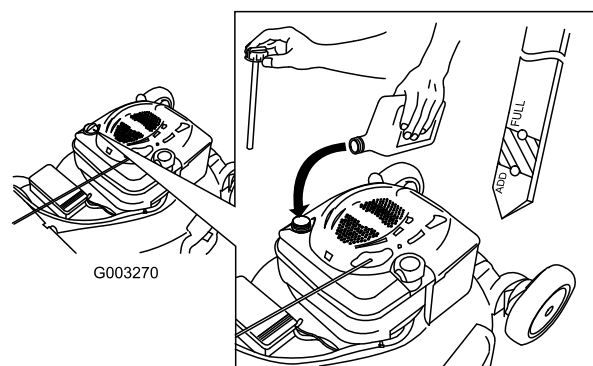

Figure 42
4. Versez de l'huile **lentement** dans le goulot de remplissage pour faire monter le niveau de liquide jusqu'au repère du plein (Full) sur la jauge (Figure 42). **Ne remplissez pas excessivement.** (Remplissage max. : 0,59 l (20 oz), type : huile détergente SAE 30W de classe de service API SF, SG, SH, SJ, SL ou supérieure.)